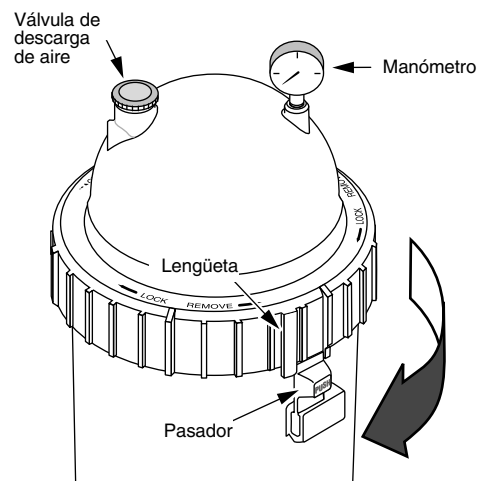

Figura 3 - Haga girar el Posi-Ring[™] hasta que la lengüeta quede trabada detrás del pasador de seguridad.
1. Trabe el Posi-Ring[™] firmemente en posición haciéndolo girar HACIA LA DERECHA hasta que haga "clic", después del pasador de seguridad (Consulte la Figura 3). Deje de girar en el momento en que el aro haga clic después del pasador. Es posible que el aro dé la sensación de estar flojo, pero se ajustará cuando la bomba esté encendida y el filtro se encuentre bajo presión.
2. Instale el manómetro y la válvula de descarga de aire (Consulte la figura 3) en la tapa del tanque.
- C. Haga girar el Posi-Ring[™] hacia la derecha hasta que se trabe detrás del pasador de seguridad (Consulte la Figura 3).